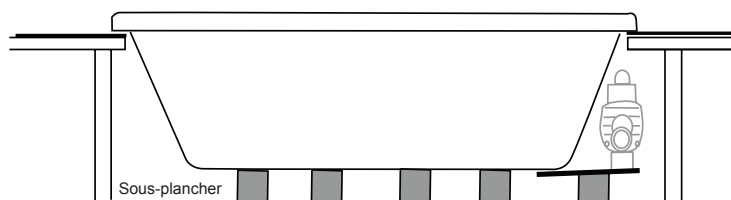

Figure 10 - soutien
- 11 Retirez les morceaux de retailles de bois et abaissez la baignoire complètement dans l'ouverture (figures 10 et 11).